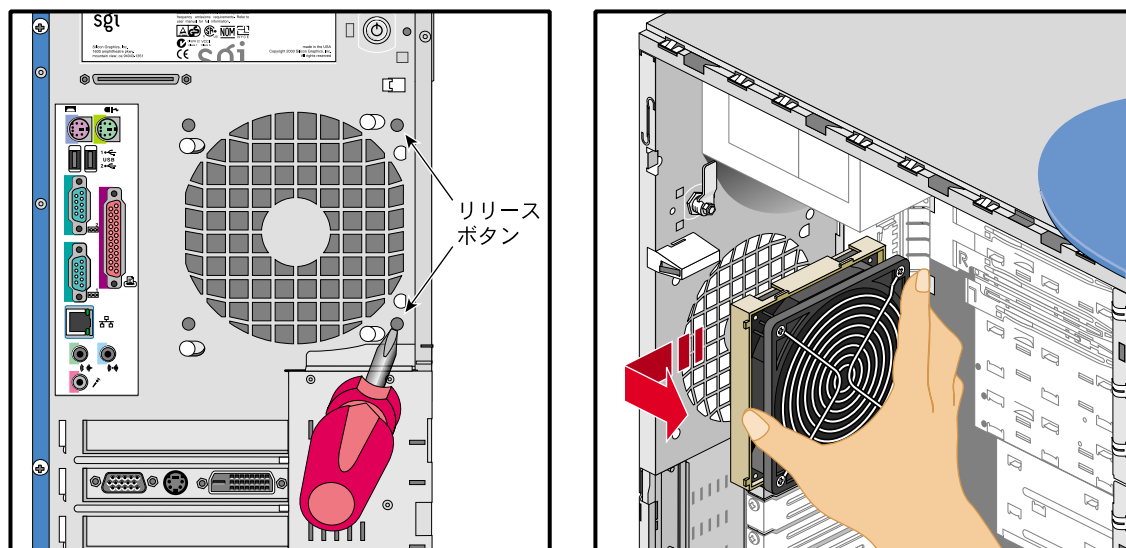

図 2-12 解除ボタンの解除とリアファンの取り外し
4. 図2-12を参考にして、リアパネルの2個のファン解除ボタンの位置を確認してください。
5. 尖った工具(プラスドライバーなど)を使用して、解除ボタンの1つを押すと同時にファンを上向きに引っ張り、解除ボタンをノッチから外します。2つ目の解除ボタンを押しながら、本体から外れるまでファンを上向きに引っ張り続けます。図2-12にその手順を図示します。